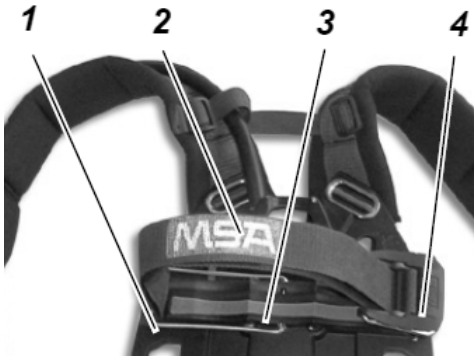
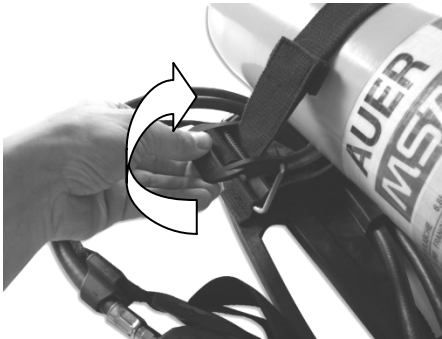
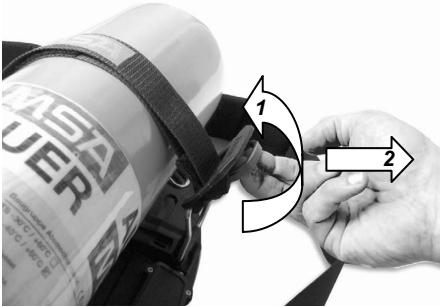

Abb. 10 Pressluftatmer – Teile
Abb. 11 Öffnen der Spannschnalle
Abb. 12 Einstellung der Bandlänge an der Spannschnalle
- (1) Den Pressluftatmer waagrecht legen, sodass das hintere Ende nach oben zeigt (→ Abb. 10).
- (2) Flaschenbügel (1) in waagrechte Position gegenüber der Spannschnalle (4) klappen, sodass er einrastet.
- (3) Dichtung am Hochdruckstutzen des Druckminderers auf einwandfreien Zustand kontrollieren.
- (4) Spannschnalle am Flaschenhalteband öffnen. Zur Vermeidung von Spannung am kleinen Hebel der Spannschnalle ziehen und das Halteband auf volle Länge ausziehen. (→ Abb. 11).
- (9) Den festen Sitz der Druckluft-Flasche kontrollieren und nötigenfalls korrigieren.
- (10) Spannschnalle vorsichtig über die Mitte ganz hinunterklappen, bis sie einrastet.
- (11) Wenn die Druckkraft / Spannung beim Einklappen der Spannschnalle zu groß wird, die Länge des Bands an der Spannschnalle größer einstellen. Wenn die Spannung des Bands zu gering ist, die Länge des Bands an der Spannschnalle (→ Abb. 12) kleiner einstellen.
- (1) Schrauben Sie nötigenfalls den *alphaCLICK*-2-Flaschenadapter mit einem vorgegebenen Drehmoment von 20-30 Nm in das Flaschenventil.
- (2) Den Pressluftatmer waagrecht legen, sodass das hintere Ende nach oben zeigt (→ Abb. 10).
- (3) Flaschenbügel (1) in waagrechte Position gegenüber der Spannschnalle (4) klappen, sodass er einrastet.
- (5) Druckluft-Flasche so durch das Flaschenhalteband (2) schieben, dass das Flaschenventil zum Druckminderer zeigt, und auf mittlere Auflage (3) legen.
- (6) Richten Sie die Druckluftflasche mit *alphaCLICK* 2 axial zur Kupplung aus und setzen Sie die *alphaCLICK*-2-Kupplung auf.
- (9) Den festen Sitz der Druckluft-Flasche kontrollieren und sie nötigenfalls neu positionieren.
- (10) Spannschnalle (4) vorsichtig über die Mitte ganz hinunterklappen, bis sie einrastet.
- (12) Das Ende des Flaschenhaltebands am Klettband befestigen.
- (13) Das Flaschenventil kurz öffnen und prüfen, ob an der Verschraubung Luft ausströmt. Nötigenfalls festdrehen.
- (1) Den Pressluftatmer waagrecht legen, so dass das hintere Ende nach oben zeigt (→ Abb. 10).
- (2) Flaschenbügel (1) in senkrechte Position klappen, so dass er einrastet.
- (3) Sollte am Druckminderer kein T-Stück montiert sein, Dichtungen am Druckminderer und T-Stück kontrollieren und T-Stück lose anschrauben.
- (4) Spannschnalle am Flaschenhalteband öffnen und ggf. durch Ziehen des Bügels die Klemmwirkung aufheben und das Band verlängern (→ Abb. 12).
- (5) Eine Druckluft-Flasche durch das Flaschenhalteband schieben, so dass das Flaschenventil zum T-Stück zeigt, und auf eine der äußeren Auflagen legen.
- (6) Flaschenventil am T-Stück lose anschrauben.
- (7) Zweite Druckluft-Flasche so durch das Flaschenhalteband schieben, dass das Flaschenventil zum T-Stück zeigt, und auf die andere äußere Auflage legen.
- (8) Zweites Flaschenventil am T-Stück lose anschrauben.
- (12) Spannschnalle nach unten klappen bis sie einrastet.
(13) Wenn die Druckkraft / Spannung beim Einklappen der Spannschnalle zu groß wird, die Länge des Bands an der Spannschnalle größer einstellen. Wenn die Spannung des Bands zu gering ist, die Länge des Bands an der Spannschnalle (→ Abb. 12) kleiner einstellen.
(14) Ende des Flaschenhaltebandes am Klettband befestigen.
(15) Festen Sitz der Druckluft-Flaschen kontrollieren und ggf. korrigieren.
- (1) Schrauben Sie nötigenfalls den *alphaCLICK-2*-Flaschenadapter mit einem vorgegebenen Drehmoment von 20-30 Nm in das T-Stück.
- (2) Druckluft-Atmenschutzgerät waagrecht so aufstellen, dass die Rückseite nach oben zeigt (→ Abb. 11).